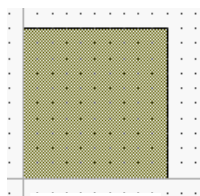

Рис. 5.23
- Введите значения **10** и **-10** в поля **dx** и **dy** соответственно и нажмите **OK**. Полученный рисунок показан на рис. 5.23.